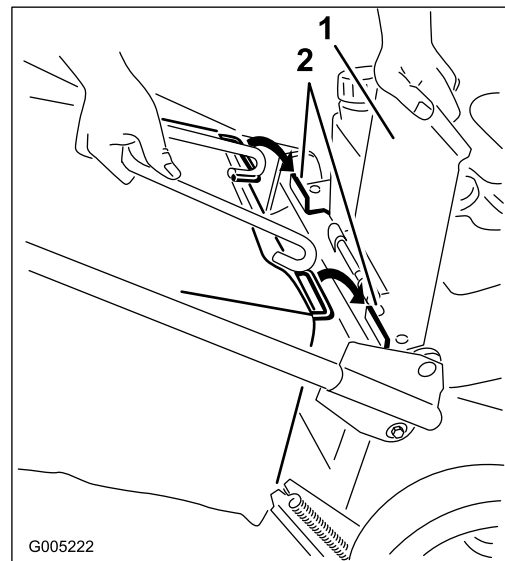

Figura 18
2. Alzate lo sportello posteriore e tenetelo alzato (Figura 18).
3. Montate il telaio del cesto sulle linguette di supporto (Figura 18).